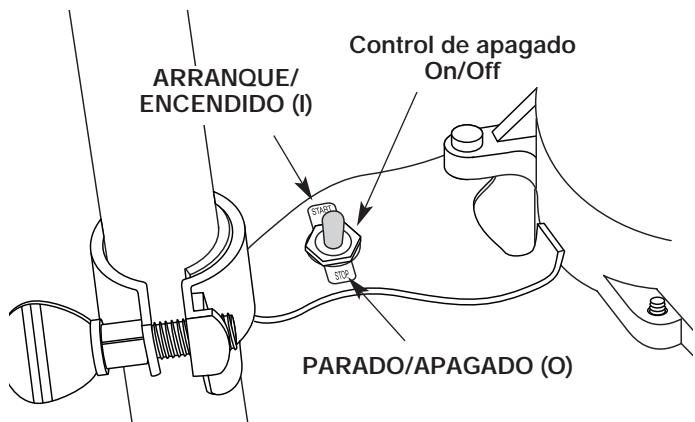

Figure 14
2. Coloque el control de encendido y apagado On/Off en posición de **ARRANQUE (I)** (Fig. 14).
**NOTA:** La obturación no es necesaria para arrancar un motor que ya está caliente. Coloque el control de encendido y apagado en posición de **ARRANQUE (I)** (Fig. 14), y arranque en posición de obturación parcial (**PARTIAL (B)**) (Fig. 15).
2. Coloque el control de encendido y apagado en posición de **APAGADO (O)** (Fig. 14).